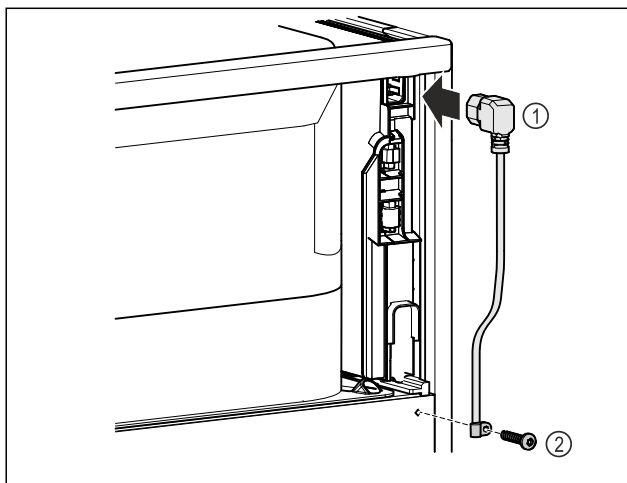

Fig. 11
- ▶ Zapojte zásuvku chladicího zařízení přívodního síťového kabelu Fig. 11 (1) na zadní straně přístroje.
- ▶ Namontujte odlehčení tahu. Fig. 11 (2)